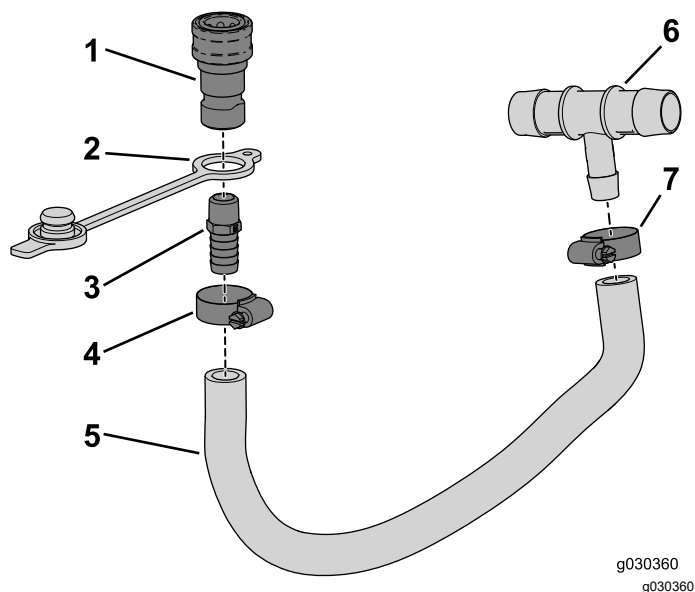

Figura 9
2. Coloque el tapón guardapolvo en el extremo roscado del acoplamiento recto (Figura 9).
3. Enrosque el acoplamiento recto (espiga de $\frac{3}{8}$ NPT x 0.625) en el acoplamiento hembra (Figura 9).
6. Introduzca el extremo dentado del conjunto en la manguera y sujételo con la abrazadera ($\frac{1}{2}$ " a $1\frac{1}{4}$ "), como se muestra en la Figura 9.
7. Introduzca el extremo dentado del acoplamiento en T en la manguera y sujételo con la abrazadera ($\frac{1}{2}$ " a $1\frac{1}{4}$ "), como se muestra en la Figura 9.
1. Retire los tapones de los orificios del tubo de soporte (Figura 9).